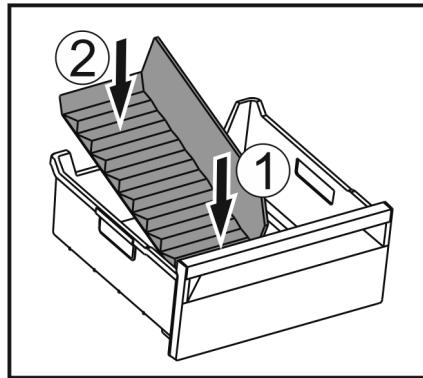

Fig. 55
- Vložte prednú časť oddelovača zásuvky na ľad. Fig. 55 (1)
- Spusťte zadnú časť oddelovača zásuvky na ľad až na dno zásuvky. Fig. 55 (2)